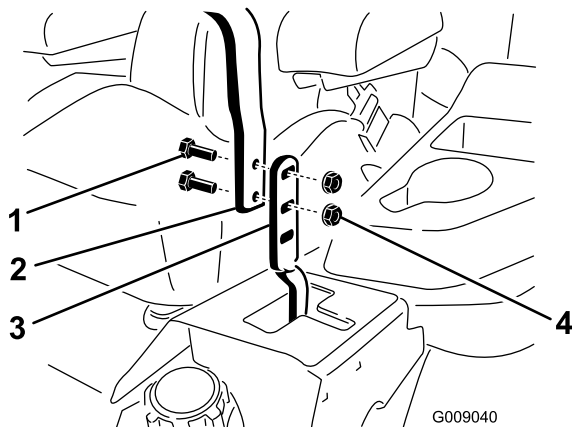

Figure 84
3. Desserrez les boulons et les écrous à embase situés dans les leviers (Figure 84).